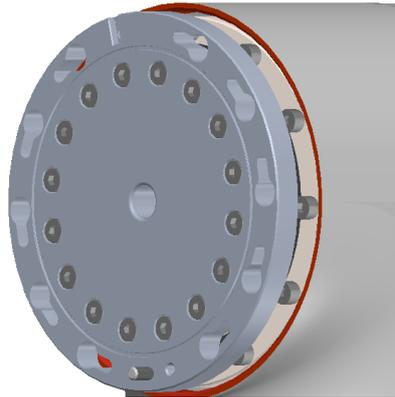

图 1-4：分离关节
11. 将需要拆卸的关节顺时针轻轻扭转约 10 度，直达到机械止动之后，将他们轻轻分离，如图 1-4 所示。